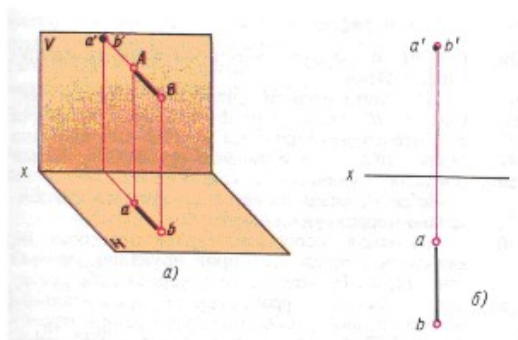

Рисунок 5
1. Прямая, перпендикулярная плоскости V , называется фронтальнопроецирующей прямой (рис.5) и обладает свойствами: